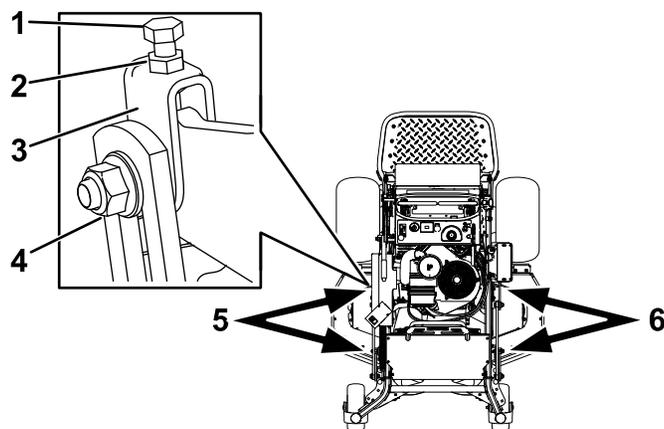

Рисунок 95
1. Ослабьте затяжку боковой гайки и контргайки в вилках, которые вы хотите отрегулировать (Рисунок 95).
2. Для регулировки высоты деки газонокосилки поверните верхние болты вилок (Рисунок 95).